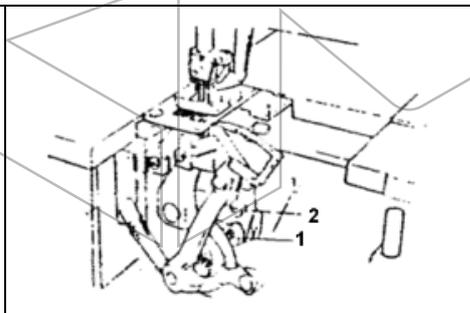

Fig. 33
Se for necessário ajustar afrouxe o parafuso (1), então mova o protetor da agulha para frente e para trás (fig. 33).